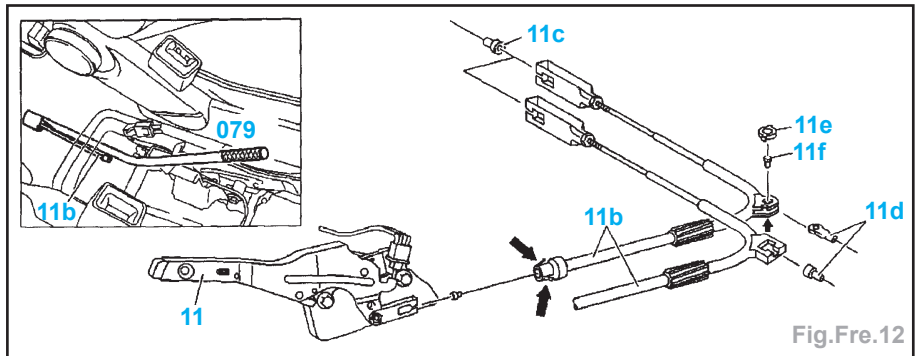

Fig.Fre.12
- Décrocher le câble de frein avant (11b) des câbles de freins arrière gauche (11d) et droit (11c) (Fig.Fre.12).
- Décrocher le câble de frein avant (11b) sur le levier de frein à main (11).
- Déposer le câble de frein avant à l'aide de l'outil (079).